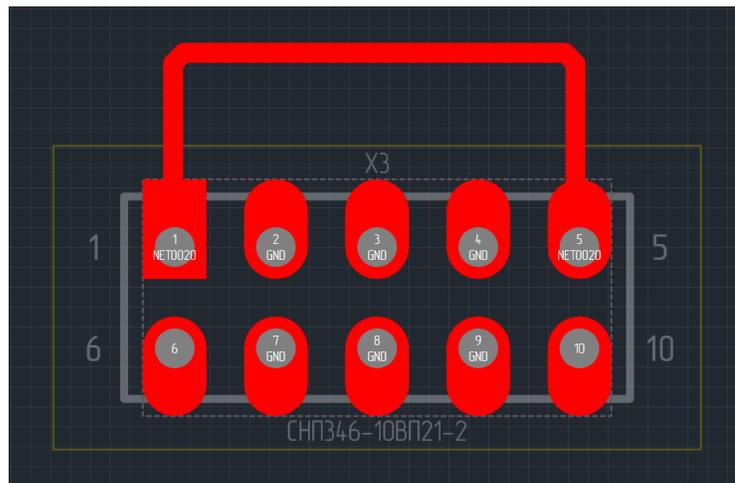

Рис. 214 Трек с требуемой траекторией
3. Повторите действия, описанные в пунктах 1 и 2, пока не будет сформирована требуемая траектория трека, см. Рис. 214.